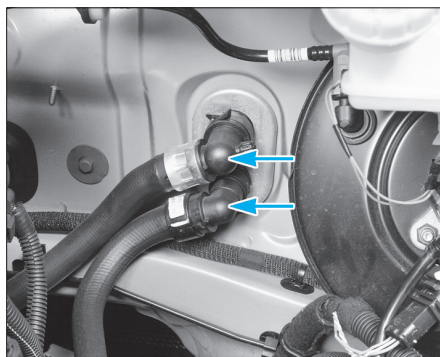

Fig. 41
- Débrancher les durits allant à l'aérotherme (Fig.41).